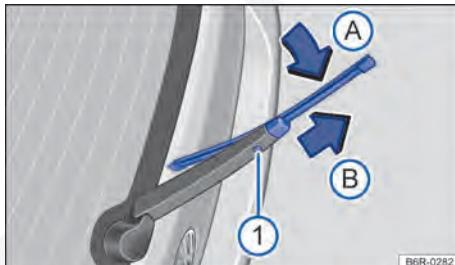

Fig. 188 Substituir a palheta do limpador do vidro traseiro.
- Manter pressionado a o botão de destravamento ⇒ **Fig. 188 ①**.
- Inclinar a palheta do limpador do vidro no sentido do braço do limpador do vidro ⇒ **Fig. 188** (seta **A**) e ao mesmo tempo retirar no sentido da seta **B**. Para isto, poderá ser necessário um esforço maior.